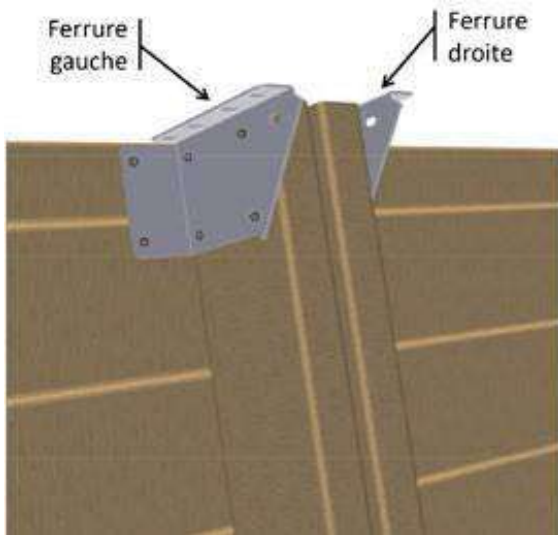

Figure 17 – Mise en place des ferrures en haut des jambes de force
- En haut des jambes de force, mettez en place huit ferrures « droite » et huit ferrures « gauche » du kit « Éléments de fixation » selon la *Figure 17*. Utilisez 6 vis penture torx 6 x 20 en inox A2 (sachet G) par ferrure, soit un total de 96 vis.